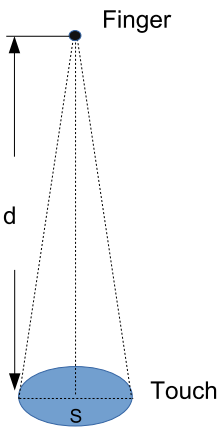

图 39.2-6. 感测面积示意图
- 检测距离 (d) 最大为 16 cm（感应面积 (S) 为 20 cm²），如图 39.2-6 所示。